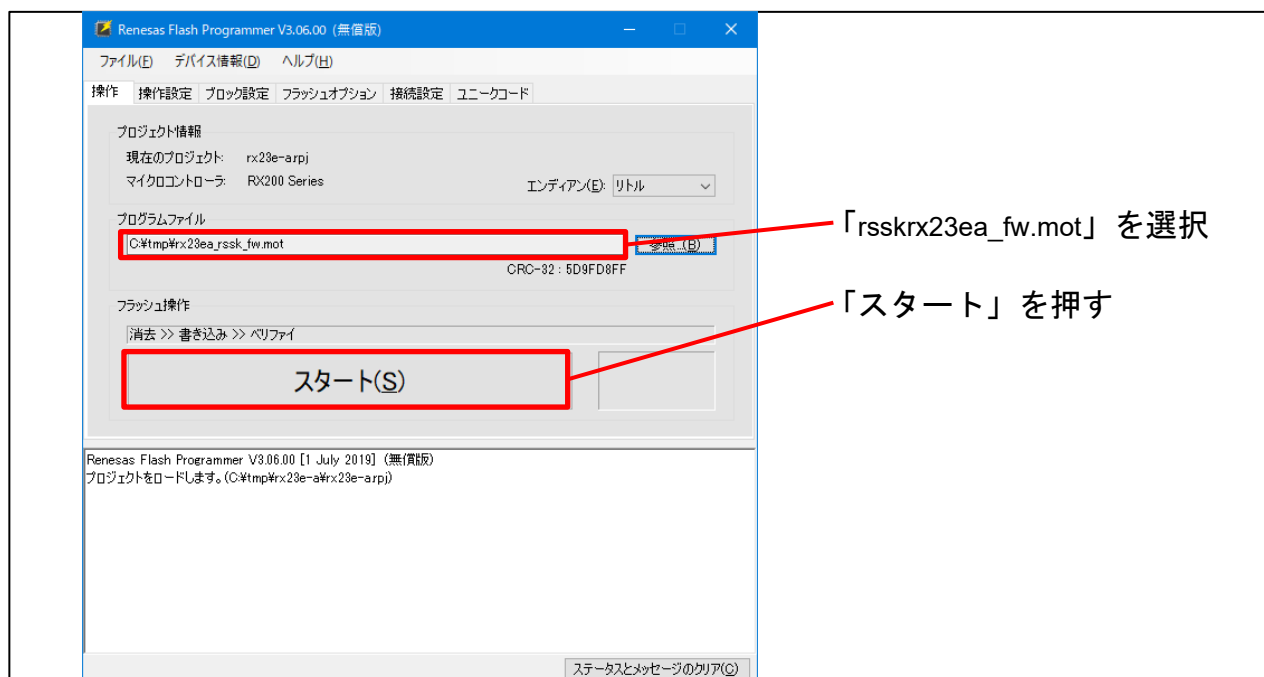

図 4-3 RFP 書き込み操作
4. 図 4-3 を参考に「rsskrx23ea_fw.mot」を選択し、RSSKRX23E-A ボードのリセットボタンを押したのちに、「スタート」を押してください。